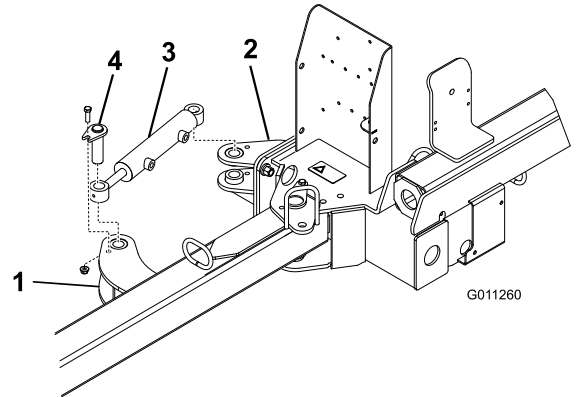

图6
2. 用插销组件、螺栓（ $\frac{3}{8}$  x  $1\frac{1}{4}$  英寸）和凸缘螺母（ $\frac{3}{8}$  英寸）将液压油缸的两端固定到提升器凸耳上（图6）。